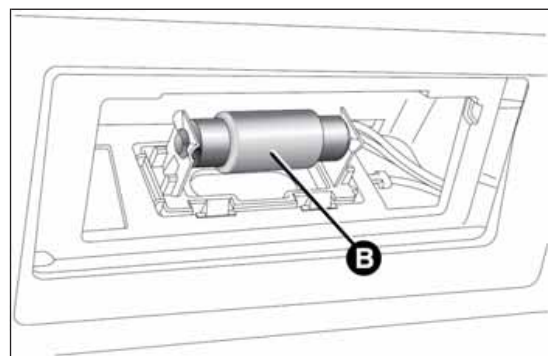

Abb. 191
- Die Lampe B Abb. 191 ersetzen und aus den seitlichen Kontakten lösen;